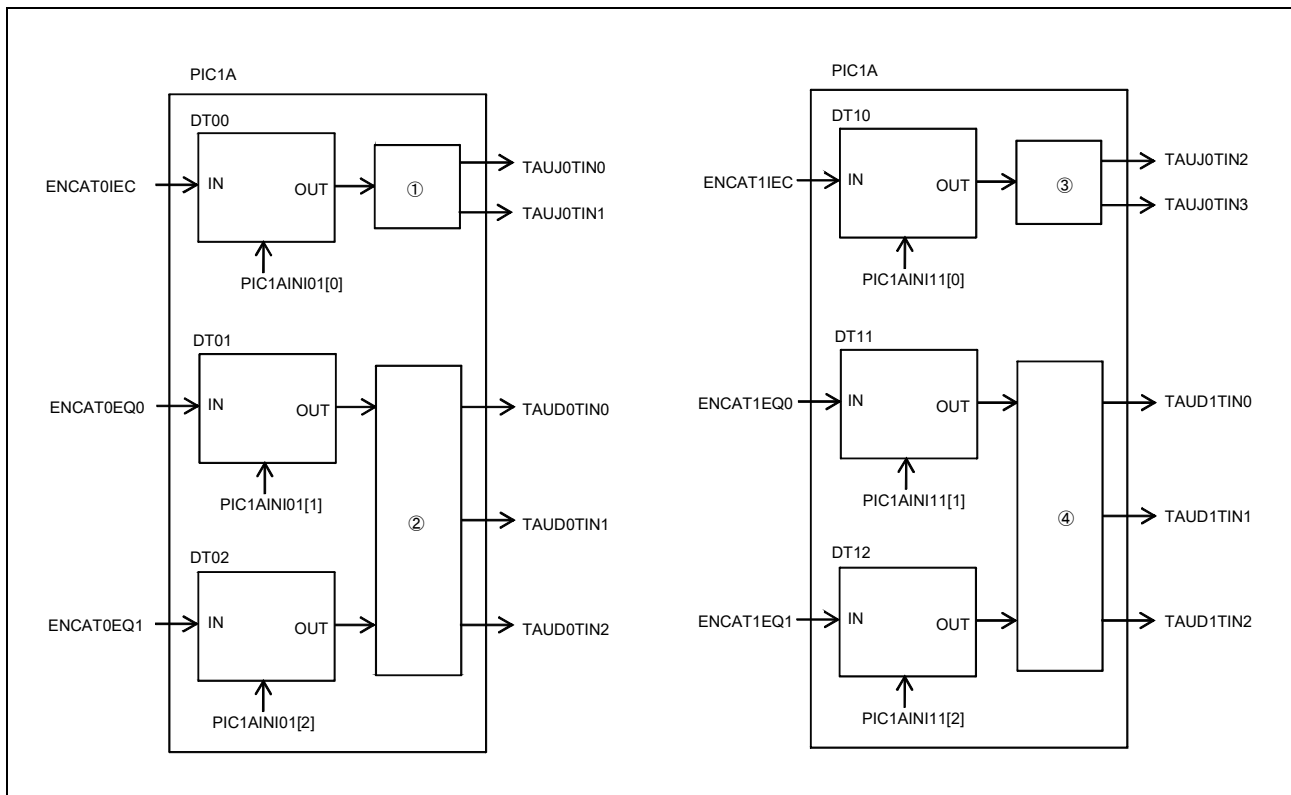

図 29.20 PIC1A ブロック図
ENCAT0EC トリガパルス間隔測定を行うタイマを選択する設定値 (図 29.20 ①)
ENCAT0EQ0,ENCAT0EQ1 トリガパルス間隔測定を行うタイマを選択する設定値 (図 29.20 ②)
ENCAT1EC トリガパルス間隔測定を行うタイマを選択する設定値 (図 29.20 ③)
ENCAT1EQ0,ENCAT1EQ1 トリガパルス間隔測定を行うタイマを選択する設定値 (図 29.20 ④)